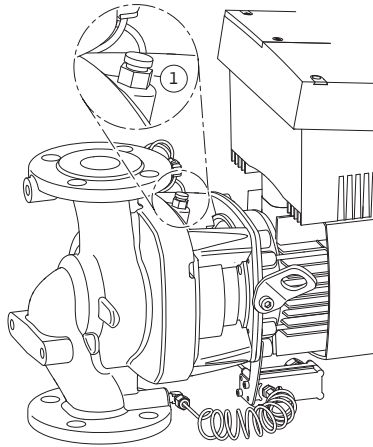

Fig. 41: Válvula de evacuación de aire
- Elimine el aire de las bombas aflojando las válvulas de evacuación de aire (Fig. 41, Pos. 1) entlüften. El funcionamiento en seco destruye la junta del anillo deslizante de la bomba. No se debe evacuar el aire del transmisor de presión diferencial (se corre peligro de destruirlo).